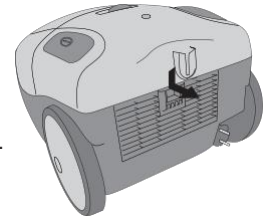

Figura 13 Quitar el filtro de salida
2. Abra la tapa del filtro de salida levantando la palanca en la dirección que indica la flecha, véase la Figura 13.